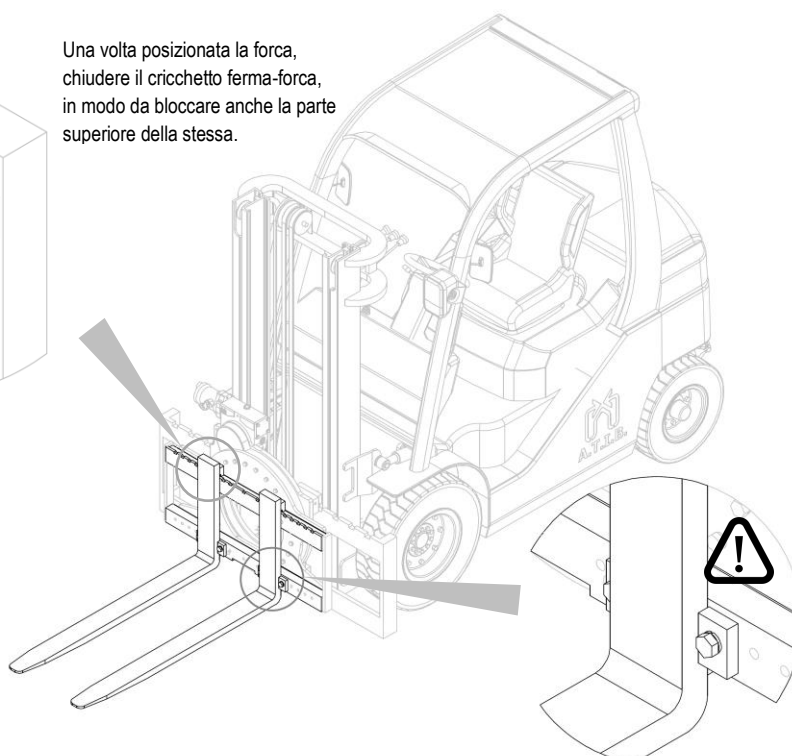

Figura 14
2. Inserire le forche e riavvitare i fermi forca (vedi *Figura 14*).